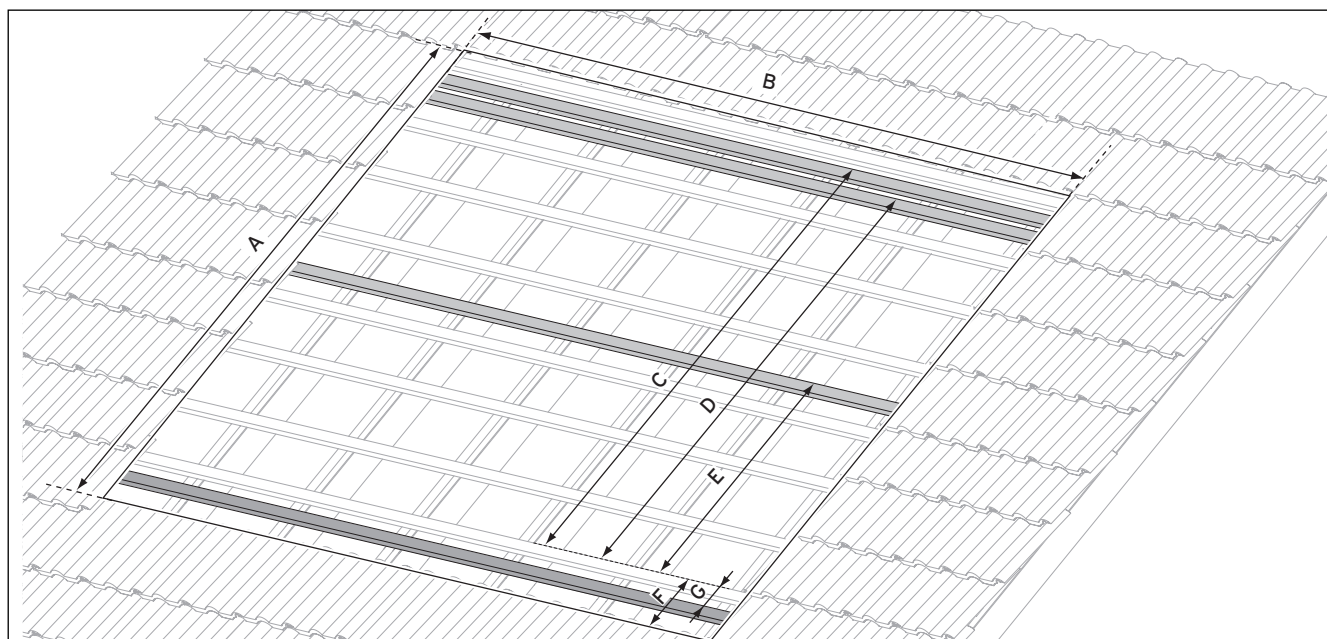

Рис. 4.7 Размеры для монтажного поля и для положения встраиваемых реек (базовой линией соответственно является край черепицы)
- На основании размеров (см. рис. 4.7) определите монтажное поле на крыше.
- Соответственно рис. 4.7 установите дополнительную обрешетину.